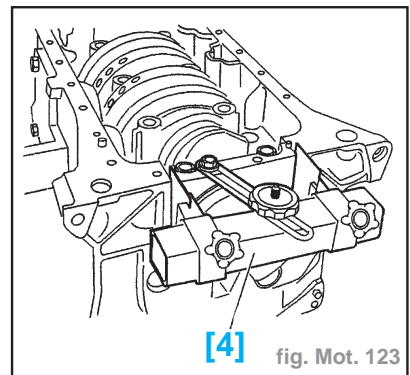

fig. Mot. 123
- Les joints latéraux (17) doivent avoir un minimum de dépassement d'environ 1 mm.
- Positionner le palier sur les bagues de centrage (fig. Mot. 123).
- Impératif** : Les joints latéraux neufs (17) sont livrés à la longueur et ne doivent pas être coupés.